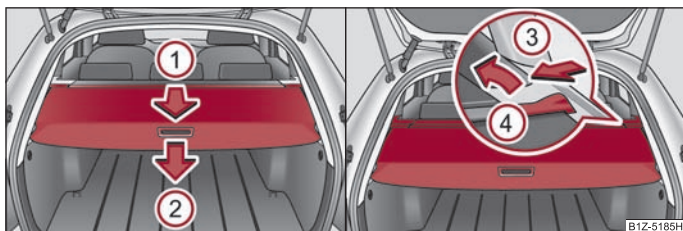

Fig. 61 Bagagliaio: cappelliera avvolgibile / rimozione della cappelliera avvolgibile
- Tirare la cappelliera avvolgibile nel senso indicato dalla freccia ① fino a battuta per portarla nella posizione di bloccaggio ⇒ fig. 61.
Per sfruttare l'intero volume del bagagliaio, smontare la cappelliera ⇒ pag. 58, fig. 61.